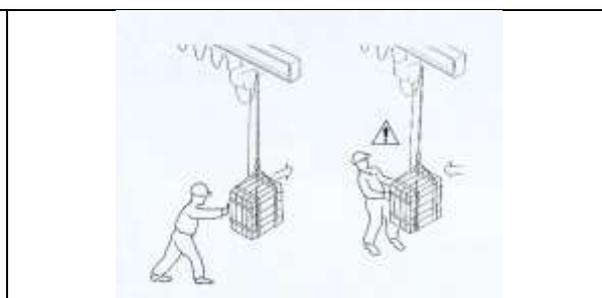

fig. 52
- Dans les manœuvres manuelles de translation et/ou de rotation de la flèche, l'opérateur doit manipuler la charge en la poussant et jamais en la tirant vers lui, afin d'éviter le risque d'écrasement (fig. 52).